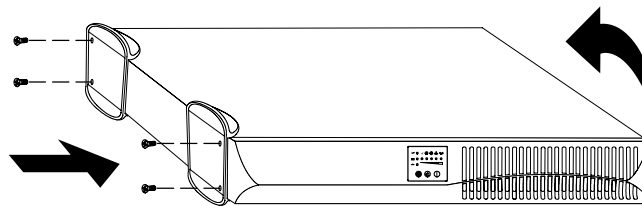

Figure 6. Installation des supports de l'onduleur
2. Placez l'onduleur horizontalement de telle manière que l'extrémité gauche de l'unité soit accessible (voir Figure 6).
3. Alignez les supports de l'onduleur sur les trous à l'extrémité de l'onduleur, comme le montre la Figure 6. Fixez les supports à l'aide des vis fournies.